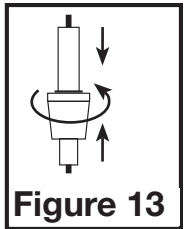

Figure 13
- Suivez les étapes de la **SECTION 5 Câblage** pour accéder au porte-fusible situé à l'intérieur du compartiment de câblage. Pour remplacer le fusible, pressez le haut et le bas du porte-fusible ensemble tout en tournant le plus gros morceau dans une direction opposée aux languettes (**Figure 13**). Remplacez le fusible uniquement avec un fusible action rapide 0,5 Amp, 250 VAC, 5 x 20mm. Rebranchez le porte-fusible en alignant la partie supérieure et inférieure et pressez ensemble tout en tournant jusqu'à ce qu'ils soient enclenchés en place. Rangez soigneusement dans le compartiment de fils et réinstallez le couvercle du compartiment de fil.